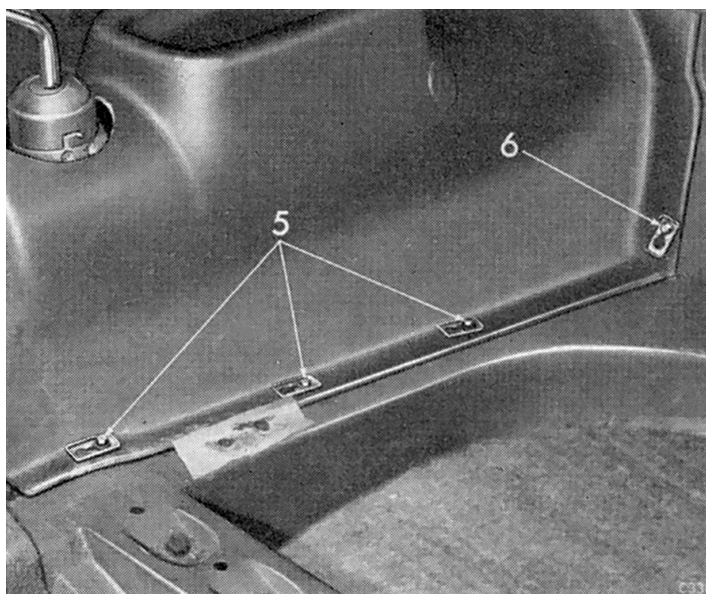

Fig. 15. Fixations de tunnel de boîte de vitesses
- Le tunnel de boîte de vitesses (Fig. 15).